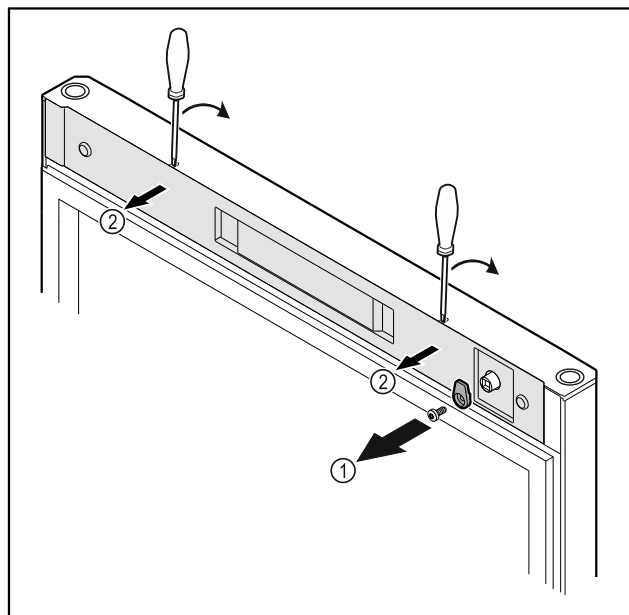

Fig. 18
- ▶ Csavarja le a reteszelő kampót Fig. 18 (1).
- ▶ Pattintsa ki a burkolatot Fig. 18 (2) egy csavarhúzó segítségével, és vegye le.